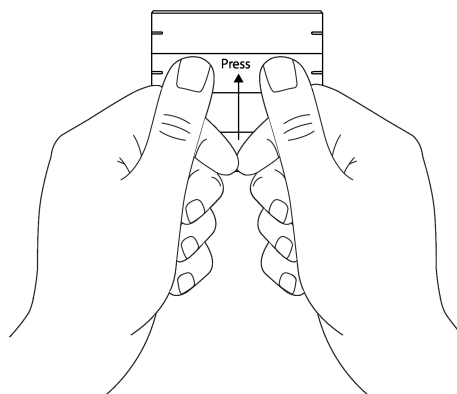

рисунок 4: Нажатие на клавишу по центру
- Прижмите клавишу управления двумя большими пальцами (см. рисунок 4).